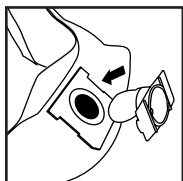

FIGURE 29
41. Alors que l'ouverture du couvercle du réservoir fait face à la gauche ou à la droite du sac filtrant, faites glisser le col du sac filtrant sur les encoches du déflecteur correspondant aux encoches du col du sac sur le déflecteur d'admission. Le sac ne s'adaptera correctement que dans un sens. **FIGURE 29.**